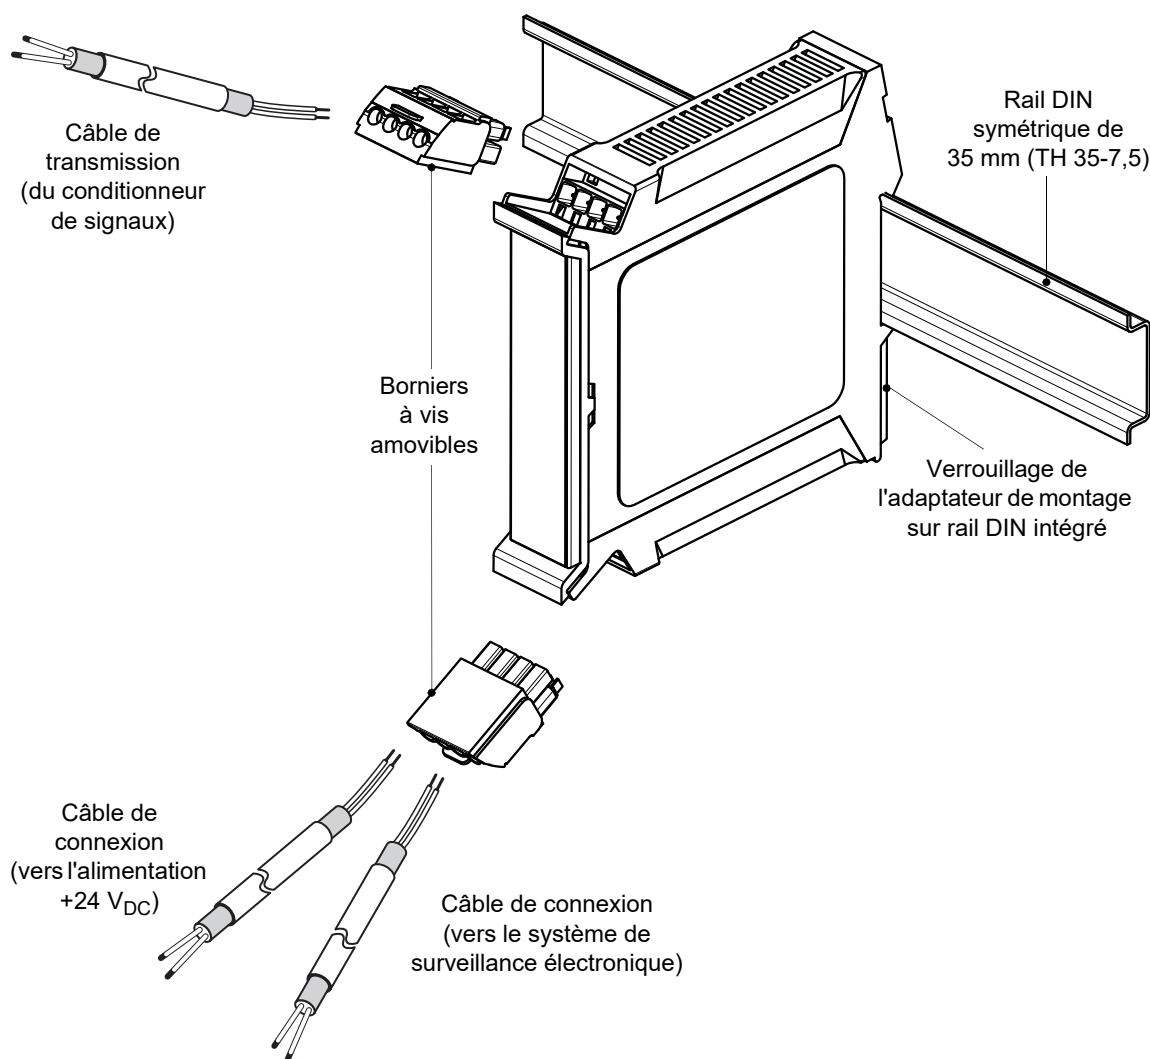
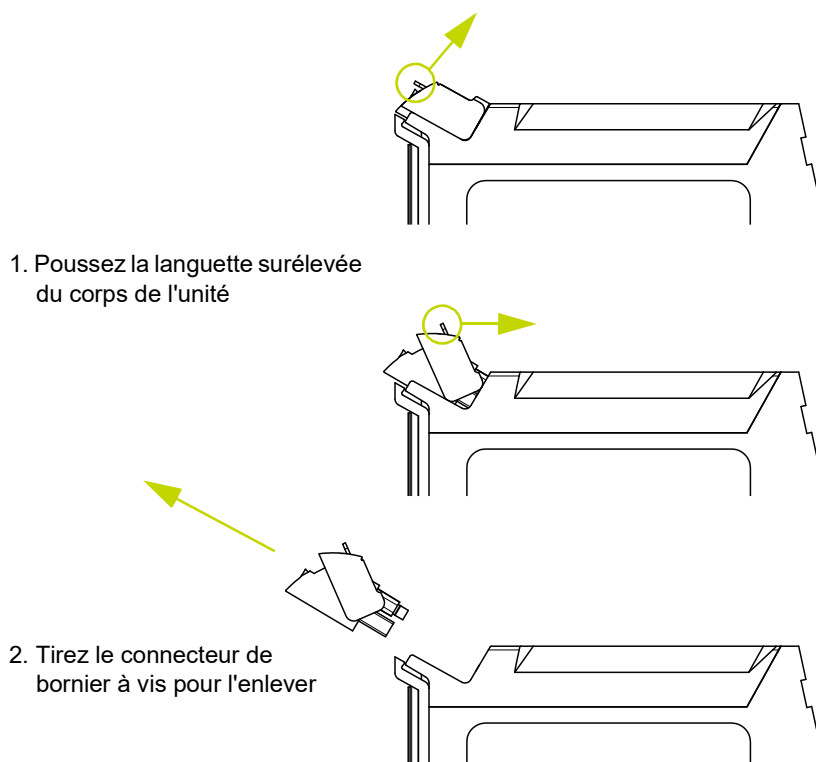

Figure 5-1 : Une unité de séparation galvanique GSI127
Figure 5-2 : Retrait d'un connecteur de bornier à vis du corps principal d'une unité GSI127
Une unité de séparation galvanique GSI127 doit être installée sur un rail DIN symétrique large de 35 mm comme un TH 35-7,5 (voir la Figure 5-1) et est généralement montée dans une armoire, un boîtier ou un rack industriel.
Comme illustré sur la Figure 5-1, une unité GSI127 est généralement installée à l'endroit (avec le loquet de l'adaptateur de montage en bas). Une installation à l'envers est cependant également possible (avec le loquet de l'adaptateur de montage en haut) pour faciliter l'installation et le câblage.
- 1- Poussez la languette surélevée à l'avant du connecteur de bornier à vis (qui fait office de levier) pour l'éloigner du corps principal de l'unité et surmonter la force de retenue puis séparez le connecteur et l'unité (voir la Figure 5-2). Utilisez une force suffisante pour séparer le connecteur du corps de l'appareil d'environ 5 mm.
Le câble de transmission du circuit côté capteur de la chaîne de mesure de proximité (conditionneur de signaux IQS45x) et le câble de connexion au circuit côté moniteur sont connectés à l'unité de séparation galvanique GSI127 à l'aide de borniers à vis amovibles (voir la Figure 5-1 et la Figure 5-2).